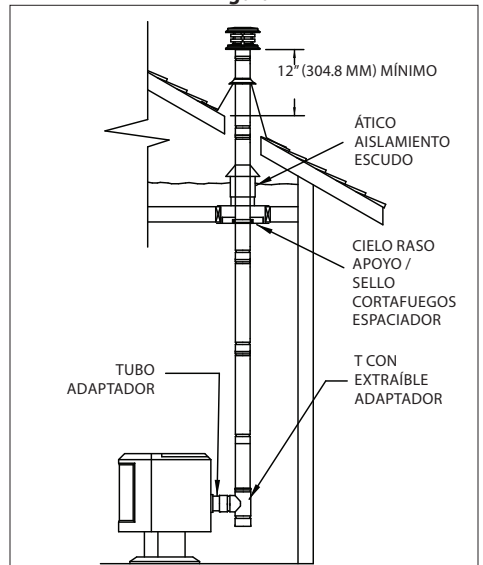

Figura 3
3. Si sale por la parte posterior de la estufa y se desea una instalación interior (**Figura 3**):